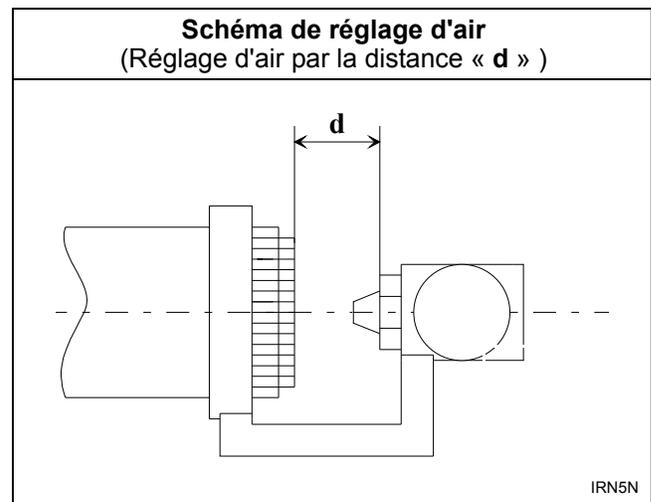

Figure 10
1. Se reporter aux *Tableau 6*, *Tableau 7* et *Figure 10* pour déterminer le réglage et le débit.